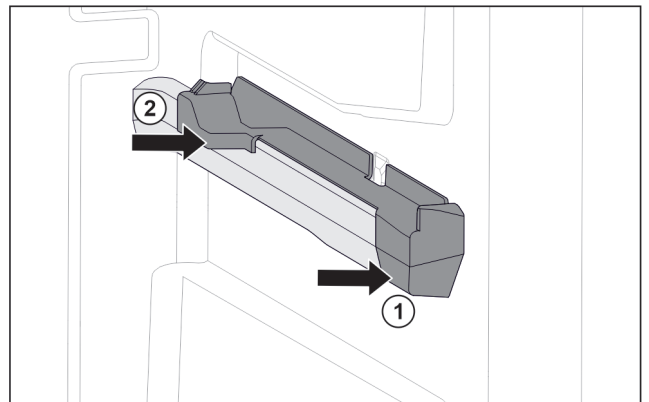

Fig. 44 Násuvný diel na pravom rebre nádoby
- ▶ Nasadte násuvný diel vpredu na rebro nádoby. Fig. 44 (1)
- ▶ Prítlačte násuvný diel vzadu. Fig. 44 (2)